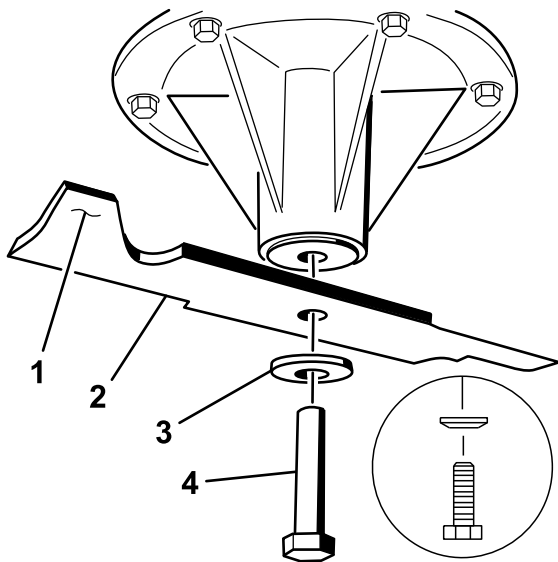

Figura 103
- Montate la lama sull'asse del fusello (Figura 103).
- Montate il disco elastico e il bullone della lama (Figura 103).